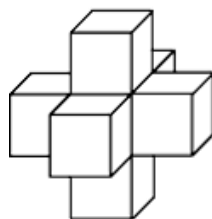

Рисунок 71.
- 3) Является ли пространственный крест (фигура, составленная из семи равных кубов – рис. 71) правильным многогранником? Сколько квадратов ограничивает его поверхность? Сколько у него вершин V и ребер P ?